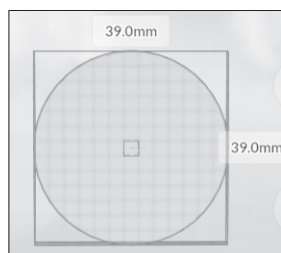

图1
圆形的直径大小设置为39mm,点击笔刷进行绘制。②同理,选择长方形,将它的宽设置为3mm,高设置为57mm,同样点击笔刷进行绘制。③通过键盘上的方向键,将长方形选区进行90度旋转,点击笔刷进行绘制。④按住Shift键的同时按字母键Q或E,将长方形选区的旋转角度调整为45度,点击笔刷进行绘制(注:使用组合键微调前,需要提前通过点击“Tab-命令面板”,选择“首选项”,将“光标旋转”启用)。⑤退出绘制状态,选中8齿齿轮,鼠标右击选择复制,通过键盘上的ASDW键移动选区到合适的位置,通过Shift键和字母键的组合将图形选区旋转22.5度(360/齿轮齿数),点击笔刷进行绘制。⑥重复上述操作,完成多齿轮的绘制(如下页图1~图6)。